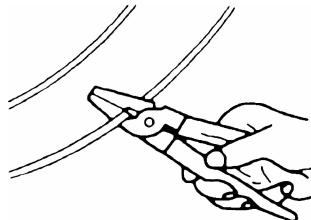

图 1-4 用绝缘工具切断电源
②“切”:如果电源开关或插销距离触电现场较远时,可用有绝缘柄的电工钳等工具切断电源。切断时应防止带电导线断落触及周围的人体,如图1-4所示。